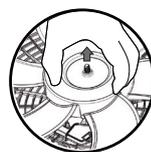

Figura 14
• Puxar a hélice do eixo do motor como mostrado na figura 14.